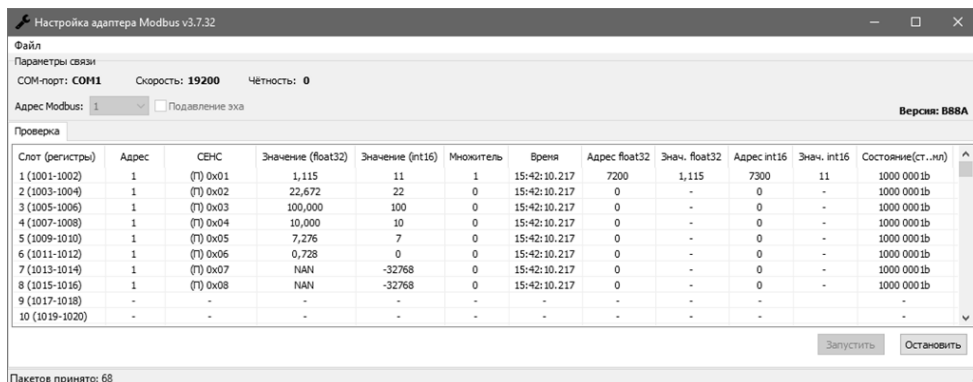

Рисунок 13 – Проверка работы текущих настроек слотов опроса
3.5.8.1 Проверка работы текущих настроек слотов опроса, записанных в адаптер, осуществляется во вкладке «Проверка» (рисунок 13).